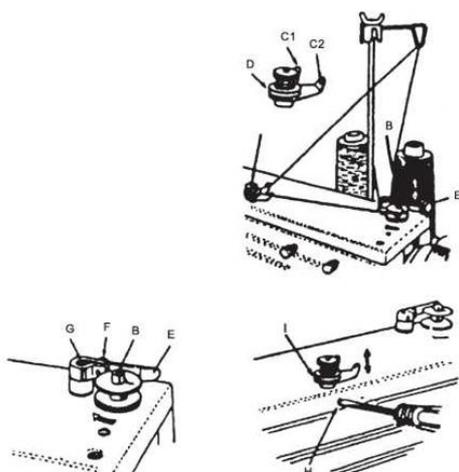

Figura 8
4、 Avvolgimento del filo della bobina: (vedi Figura 8)